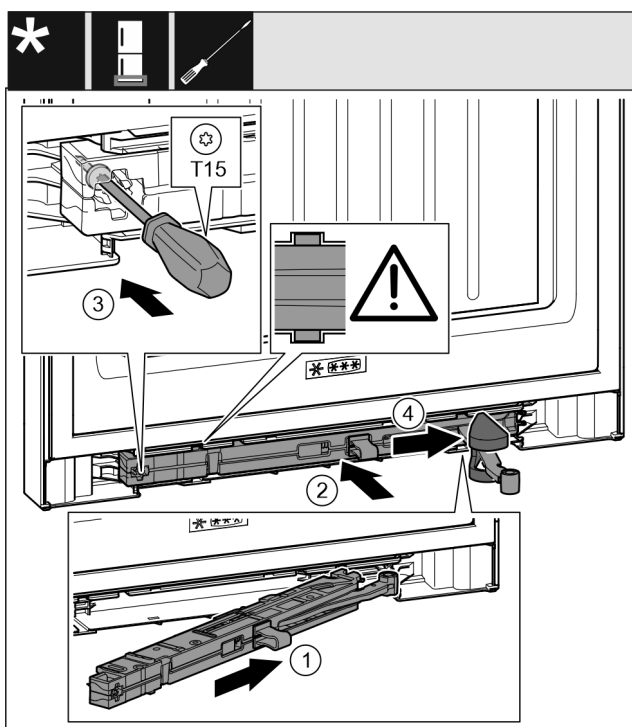

Fig. 37
- ▶ Skub lukkedæmperen skråt helt ind i udsparingen på hængselssiden. Fig. 37 (1)
- ▶ Skub lukkedæmperenheden helt ind i udsparingen. Fig. 37 (2)
- ▶ Skru skruen fast med en skruetrækker T15. Fig. 37 (3)
- ▶ Skub afdækningen hen over leddet. Fig. 37 (4)